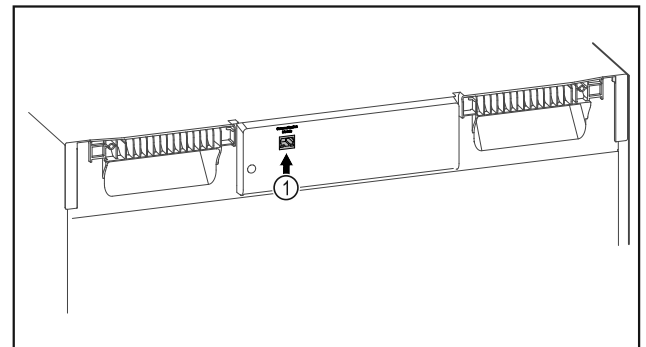

Fig. 88
- SmartModule Fig. 88 (1) inserito.